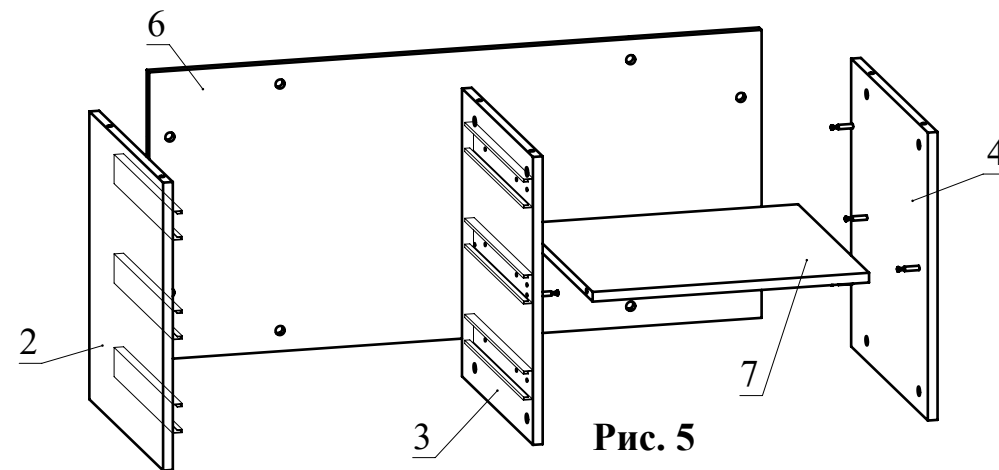

Рис. 5
- Соберите сборку согласно схеме, затягивая головки минификсов конфирматным ключом по часовой стрелке до упора (Рис. 5). Деталь 6 с деталью 3 соедините при помощи шурупа 4х30.